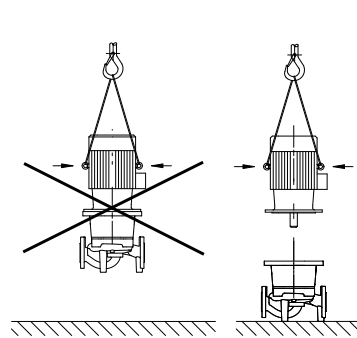

Fig. 7: Transport des Motors
- Die Transportösen am Motor sind nur zum Transport des Motors, nicht aber der ganzen Pumpe zugelassen (Fig. 7).